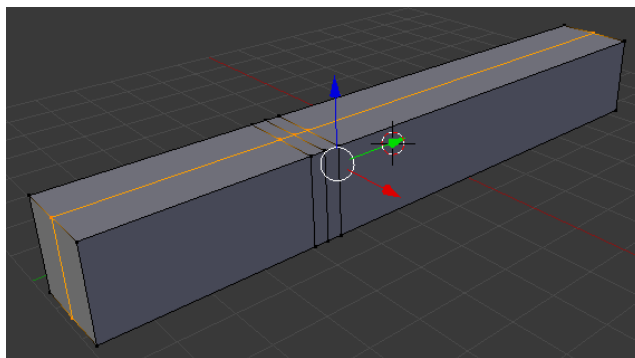

Figura 7. Fase inicial da modelação da faca.
- Mudar para uma vista de *user perspective* e confirmar que tem algo semelhante à Figura 7;